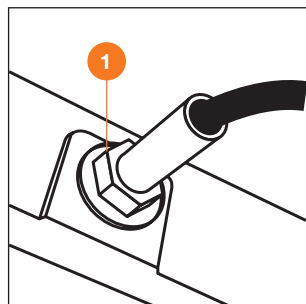

Рис. 21
- Поверните регулировочную гайку **1** (рис. 21) по часовой стрелке для натяжения или против часовой стрелки для ослабления.